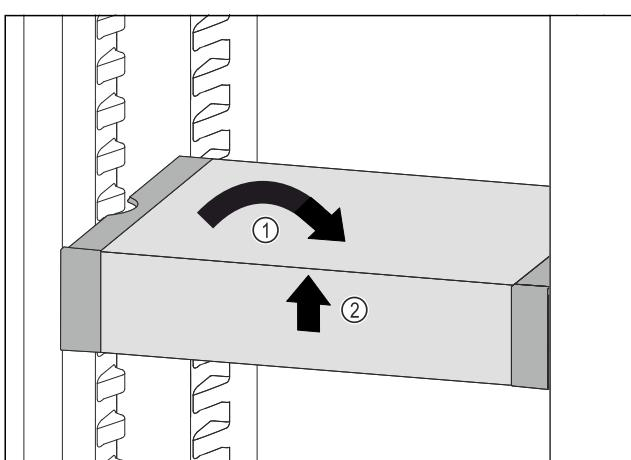

Fig. 104
- ▶ 将 VarioSafe 放平。Fig. 104 (1)
- ▶ 抬起 VarioSafe 前部。Fig. 104 (2)